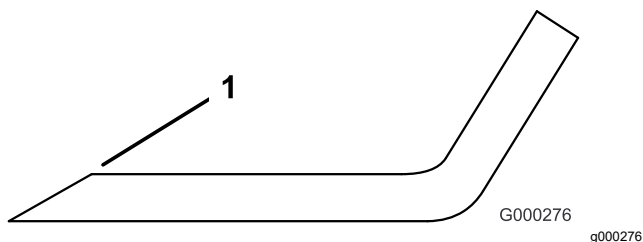

Figura 125
3. Inspeccione los filos de corte de todas las cuchillas, y afílelos si están romos o tienen mellas (Figura 125).
Nota: Afile únicamente la parte superior del filo y mantenga el ángulo de corte original para asegurar un filo correcto (Figura 125). La cuchilla permanece equilibrada si se retira la misma cantidad de metal de ambos filos de corte.